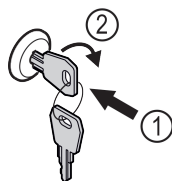

Fig. 162 Ilustratīvs attēlojums
- Iespiediet atslēgu Fig. 162 (1).
- Grieziet atslēgu par 90° pulksteņrādītāja virzienā Fig. 162 (2).